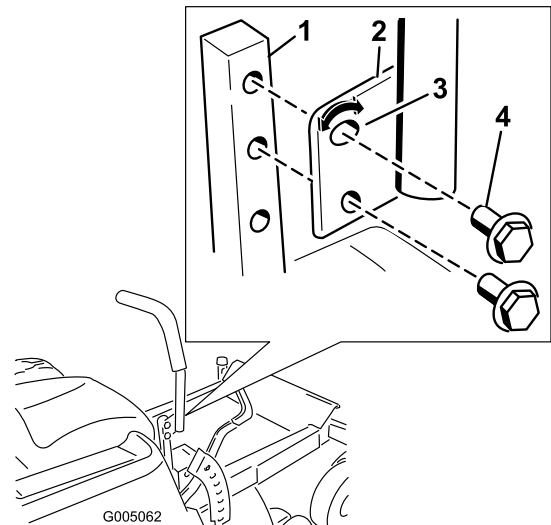

Figura 17
1. Retire los 2 pernos que fijan la palanca de control al brazo de la palanca (Figura 17).
2. Mueva la palanca al juego de taladros siguiente. Fije la palanca con los 2 pernos (Figura 17).
2. Afloje el perno inferior lo suficiente para poder desplazar hacia adelante o hacia atrás la palanca de control (Figura 17). Apriete ambos pernos para fijar el control en la posición nueva.